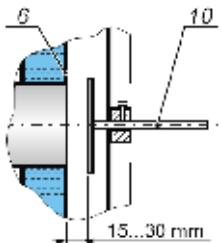
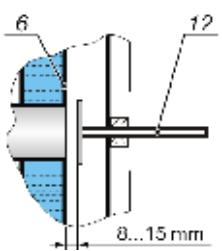

Рис. 1b Заслонка регулировки первичного воздуха
Рис. 1c Заслонка регулировки вторичного воздуха
В задней части котла находится заслонка(11) регулирования подачи воздуха .Шток заслонки (10) подачи первичного воздуха, также шток заслонки (12) подачи вторичного воздуха. Для подачи первичного воздуха заслонку нужно отодвинуть на 15-30 мм от закрытого положения и закрепить шток винтом (см. рис. рис. 1b). Аналогично устанавливаем подачу вторичного воздуха (см. рис. рис. 1c)